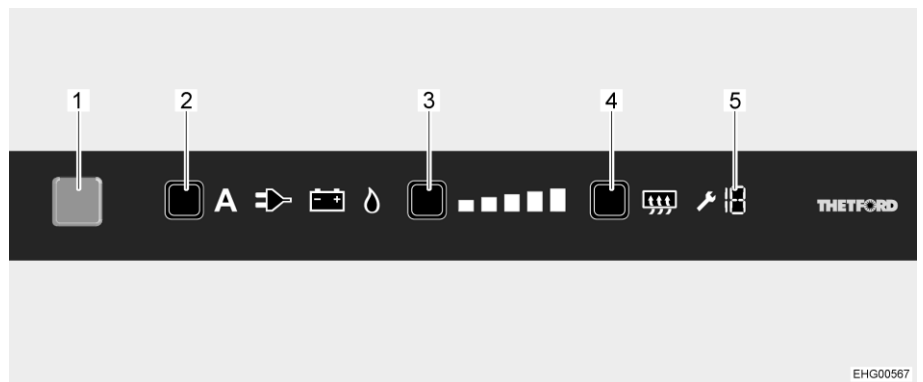

Bild 99 Reglage, knappar
När kylskåpet slås på väljs automatiskt den senast valda termostatinställningen. Denna inställning kan ändras manuellt med kylnivåknappen (Bild 99,3). De lysande staplarna på kylnivåindikatorn visar den valda termostatinställningen. Med hjälp av kylnivåknappen ställs kyltemperaturen in för alla tre energisätt. Det tar alltid några timmar innan man har en normal drifttemperatur i kylskåpet. Om en omkoppling sker till ett andra driftläge förändras termostatinställningen inte. Kyltemperaturen bibehålls oberoende av den valda energikällan.
- Tryck på På/Av-knappen (Bild 99,1) i en sekund. Knappen tänds blå. Efter ca 10 sekunder dimmas indikeringen automatiskt för att spara ström.
- Tryck på energivalknappen (Bild 99,2) flera gånger tills önskad energikälla har valts.
- Tryck på kylnivåknappen (Bild 99,3) flera gånger tills önskad kylnivå har valts. Den aktuella kylnivån indikeras av lysande staplar.
- Tryck på På/Av-knappen (Bild 99,1) i cirka 2 sekunder. Alla lampor slocknar. Kylskåpet är avstängt.